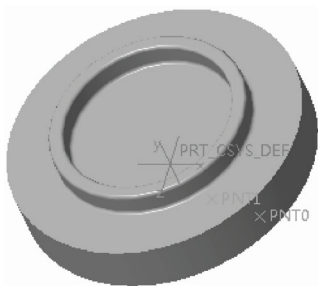

图 5-69 创建偏移坐标系基准点
STEP 04 单击“确定”按钮，此时系统自动将两个偏移点命名为 PNT0、PNT1，在绘图区的空白位置单击鼠标左键，即可创建两个偏移坐标系基准点，效果如图 5-69 所示。